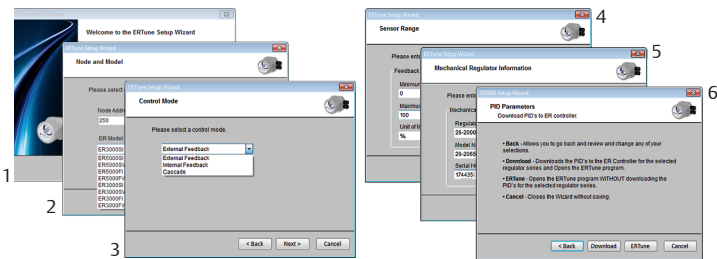

Figure 14: ERTune™ ソフトウェアのためのセットアップシーケンス
5. Figure 14にER5000のセットアップウィザードの画面が示されています。ステップ1からの情報を使用して、セットアップを完了してください。大半の画面では、デフォルト値は、お使いの r 適用に正しくなっています。